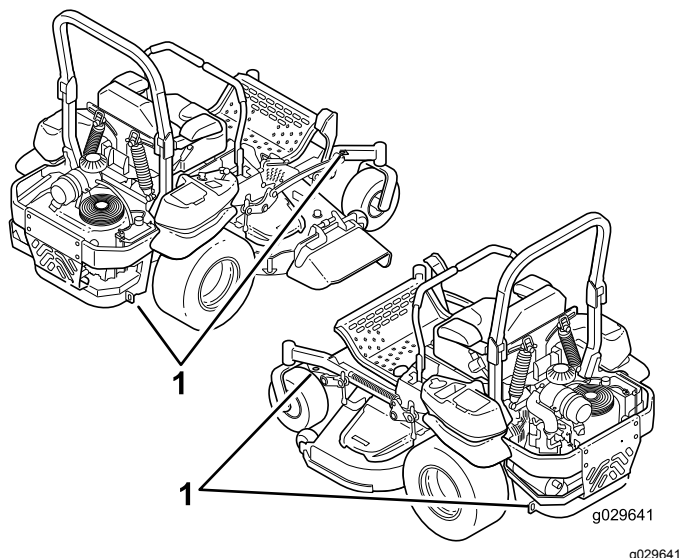

Figure 42
5. Servez-vous des points d'attache en métal de la machine pour arrimer solidement la machine sur la remorque ou le véhicule utilitaire avec des sangles, des chaînes, des câbles ou des cordes (Figure 42).